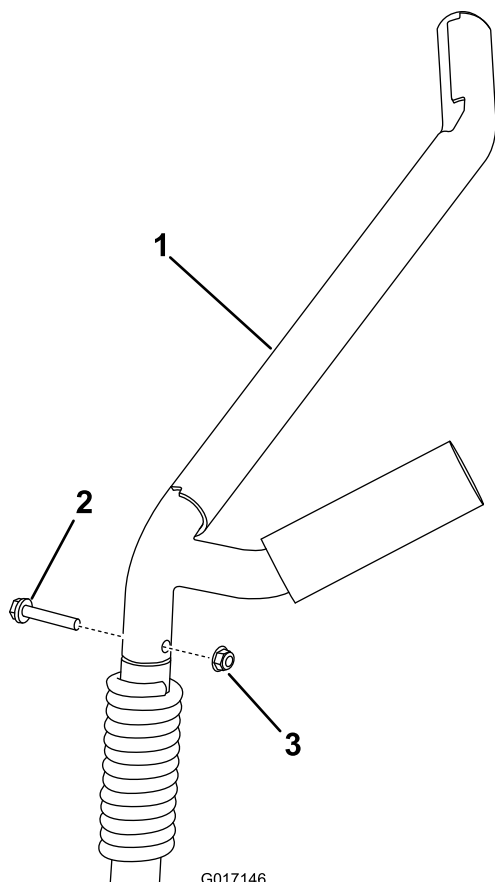

Figura 7
1. Rimuovete entrambi i 2 bracci della base della barra togliendo bullone e dado (Figura 7).